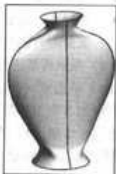

图 2-81 镜像曲面实体
(9) 在特征管理器设计树中选取“前视基准面”和“面-放样 1”，然后单击特征工具栏中的  (镜像) 工具，完成曲面的镜像复制，结果如图 2-81 所示。